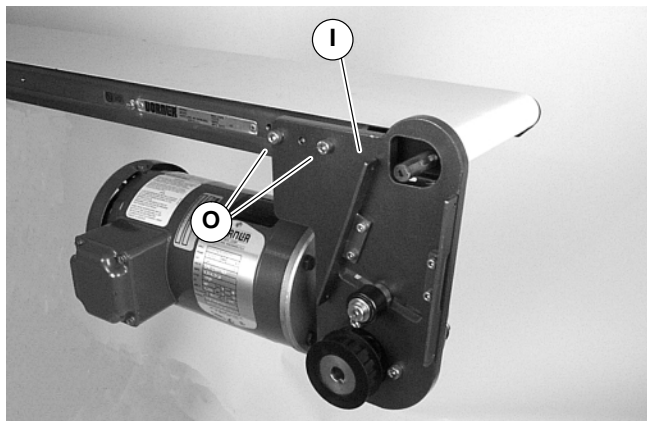

Abbildung 7
4. Installationsbaugruppe (I siehe Abbildung 7) mit Schrauben befestigen (O). Die Schrauben (O) mit 9 Nm festziehen.